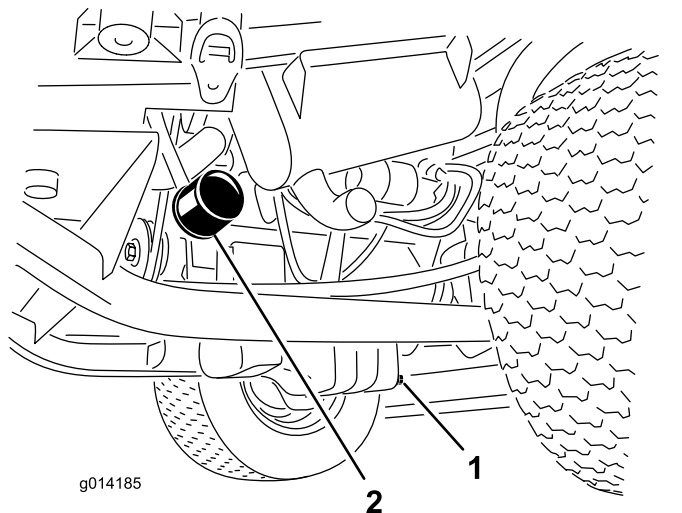

Рисунок 33
1. Снимите сливную пробку (Рисунок 33) и дайте маслу стечь в сливной поддон.
3. Снимите масляный фильтр (Рисунок 33).